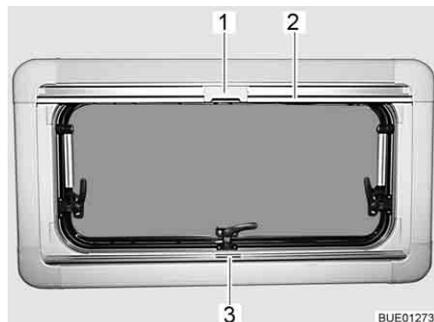

Fig. 107 Ventana abatible
- Sujetar el estor plegable por el centro del agarradero (Fig. 107,3), tirar de abajo a arriba y soltarla a la altura deseada. El estor plegable se queda fijo a esta altura.
- Tirar del agarradero de la mosquitera enrollable (Fig. 107,2) hacia abajo hasta que choque con el agarradero del estor plegable (Fig. 107,3).
- Bloquear el cierre (Fig. 107,1) de la mosquitera enrollable con el agarradero del estor plegable.
- Empujar hacia atrás el cierre (Fig. 107,1) de la mosquitera enrollable por arriba.
- Regresar la mosquitera enrollable lentamente en el agarradero (Fig. 107,2).